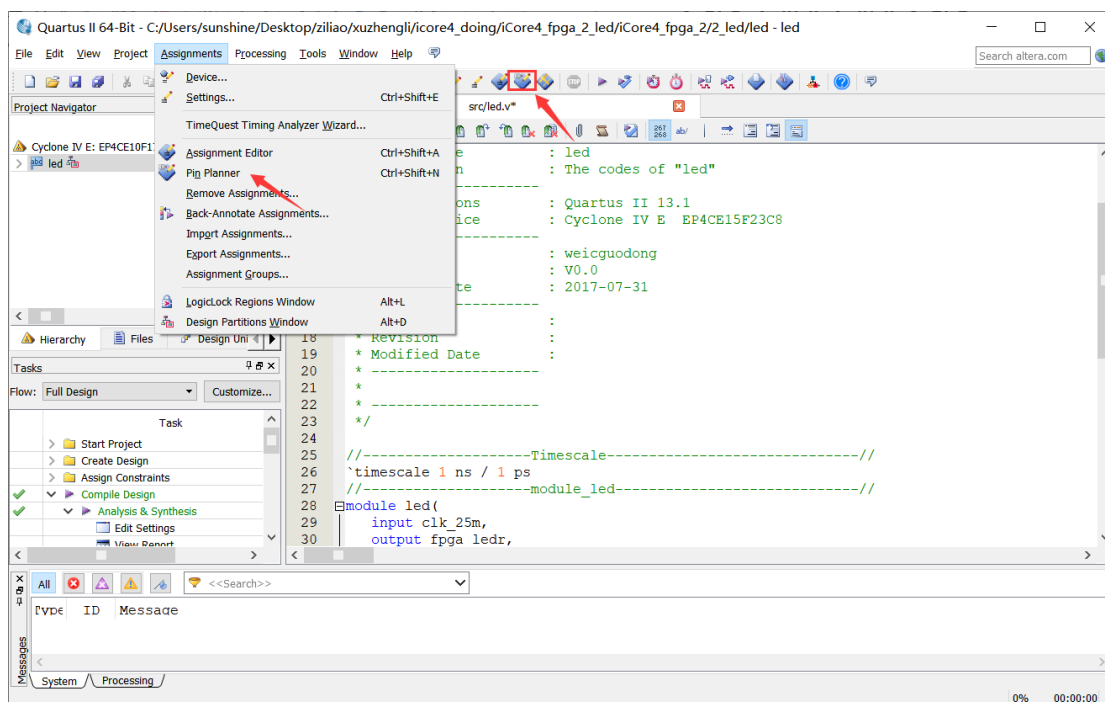

图 1-20
17.编译完成后，点击 Assignment->pin planner 或直接点击图 1-20 方框中的按钮，进行引脚分配。